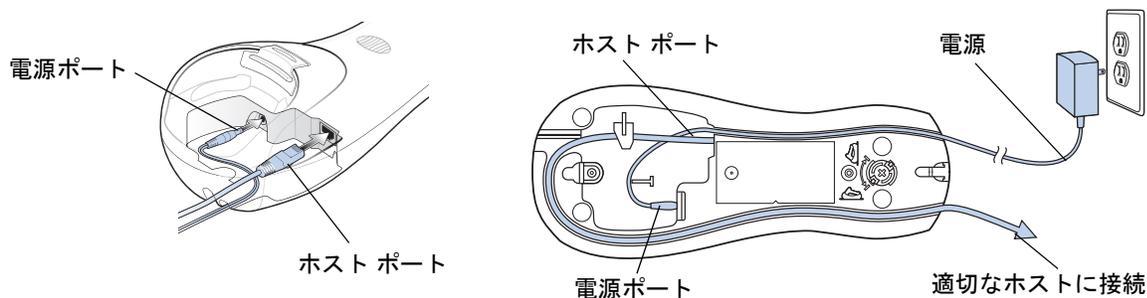

図 1-7 CR0078-S/CR0008-S クレードルへのケーブルの接続
2. インタフェース ケーブルを使用する場合は、ケーブルをクレードルのホスト ポートに接続します。図 1-7 を参照してください。